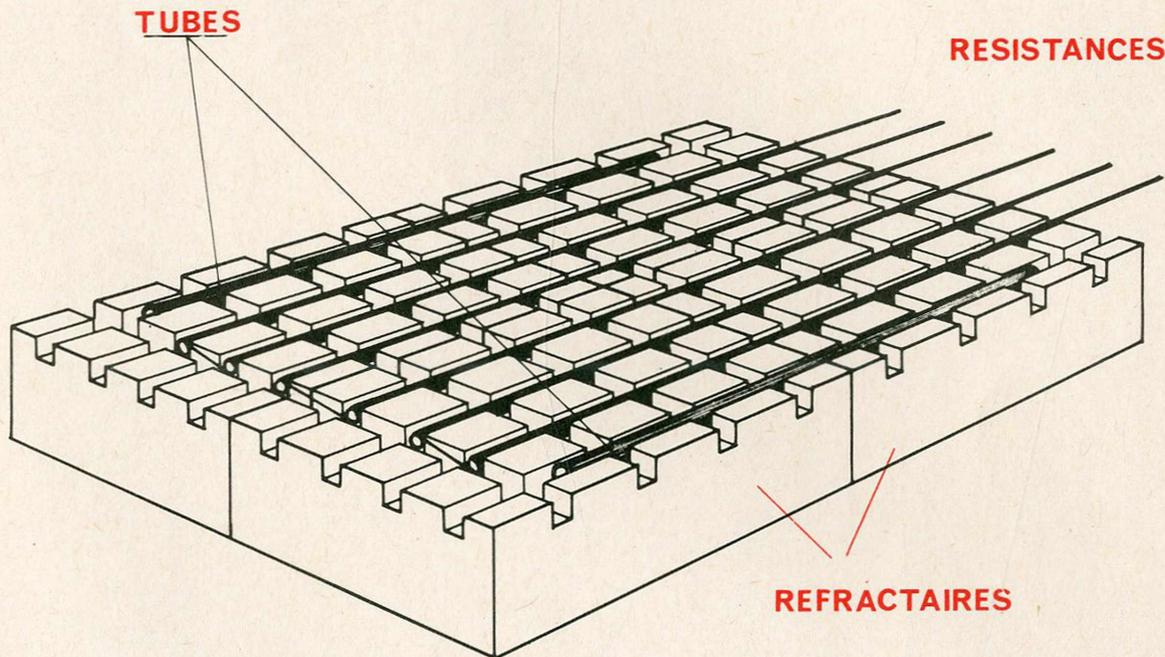

FIG 4
- Remettre suivant fig. 4. les résistances dans leur logement.